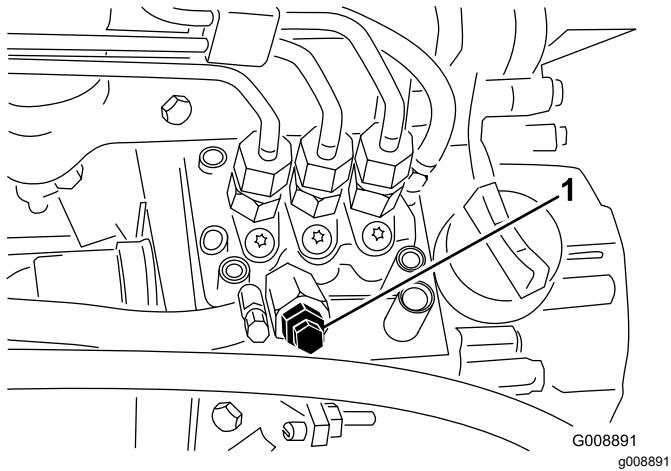

Figura 51
4. Abra el tornillo de purga de aire de la bomba de inyección de combustible (Figura 51).